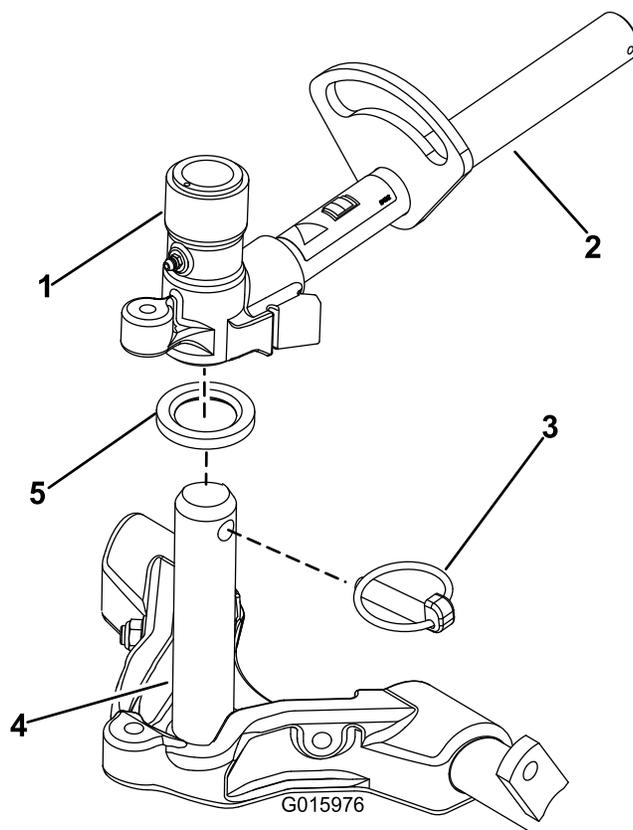

Figura 16
8. Revista o veio da estrutura de suporte com lubrificante novo (Figura 16).
9. Nas unidades de corte dianteiras, faça deslizar uma unidade de corte sob o braço de elevação enquanto insere o veio da estrutura de suporte para cima para dentro da forquilha de articulação do braço de elevação (Figura 16). Certifique-se de que a anilha de encosto está no sítio no veio da estrutura de suporte.
10. Prenda o veio da estrutura de suporte à forquilha do braço de elevação com o pino de encaixe Figura 16.
B. Insira a forquilha do braço de elevação no veio da estrutura de suporte (Figura 16).